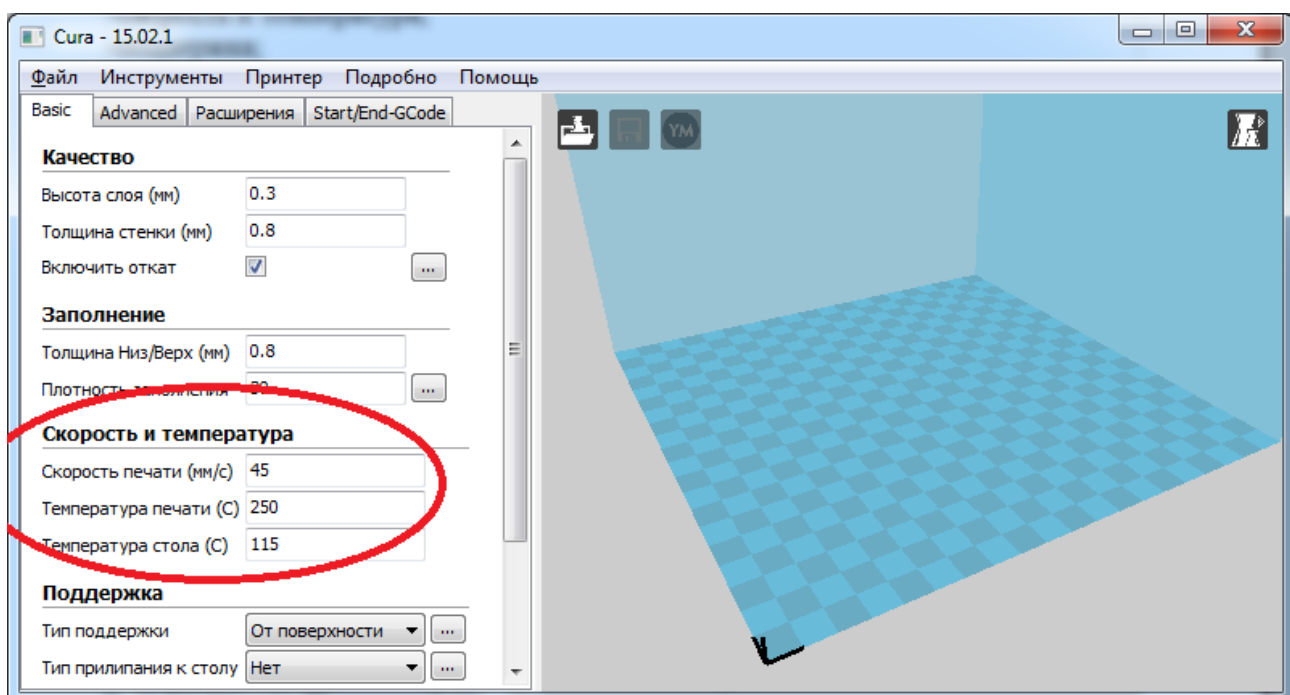

Рисунок 6. Скорость и температура.
3) Скорость и температура, рисунок 6